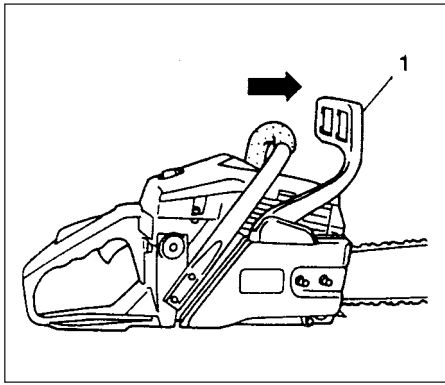

Рис.2-5
**Действие цепного тормоза (по заказу) (Рис. 2-5)**